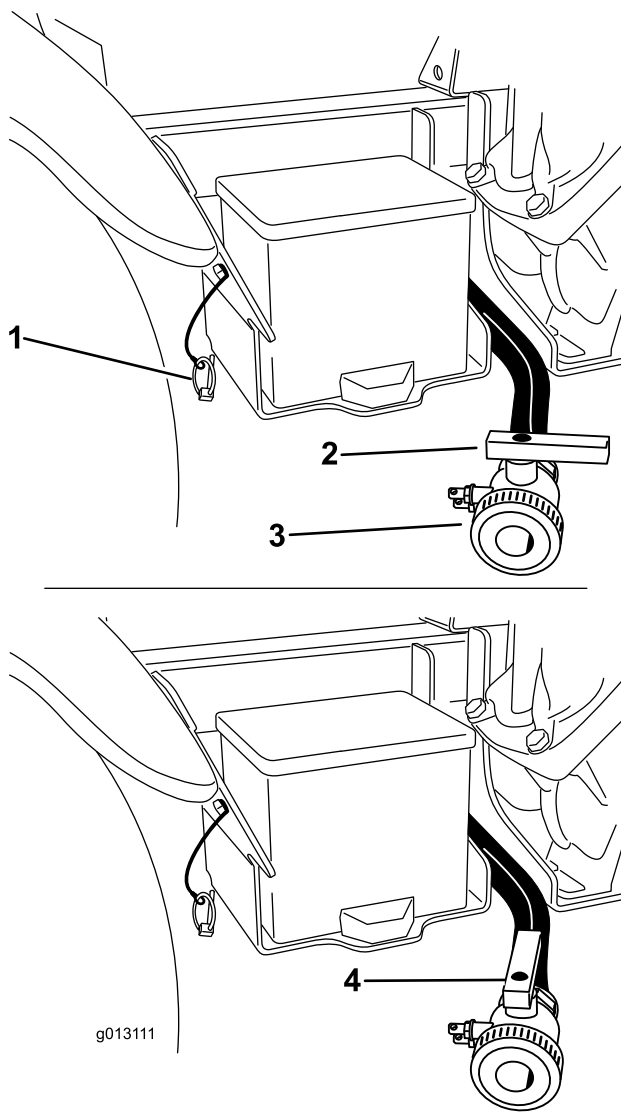

Bild 28
- B. Öffnen Sie das Ventil, sodass nicht verwendete Materialien vom Tank ablaufen können und entsorgen Sie diese gemäß der lokalen Vorschriften und der Vorschriften des Herstellers (Bild 28). Dann kann Restmaterial in der Leitung ablaufen.
3. Wenn der Behälter ganz geleert ist, schließen Sie das Ablassventil und setzen Sie das Ventil mit dem vorher abgenommenen Klapstecker in die Halterung ein (Bild 28).